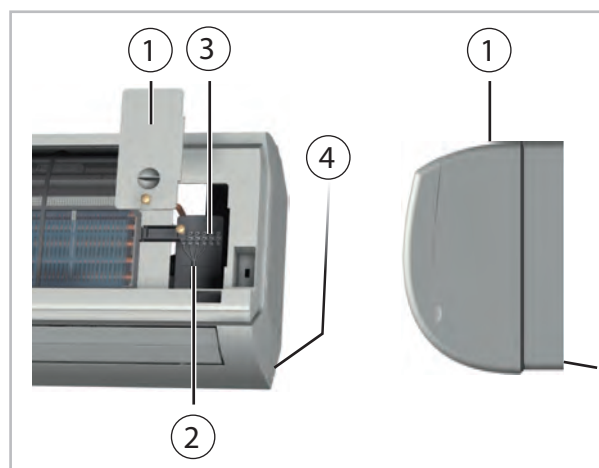

Fig. 36: Branchement de l'appareil intérieur
3. ➤ Raccordez la conduite de commande côté client sur les bornes (Voir la Fig. 36).